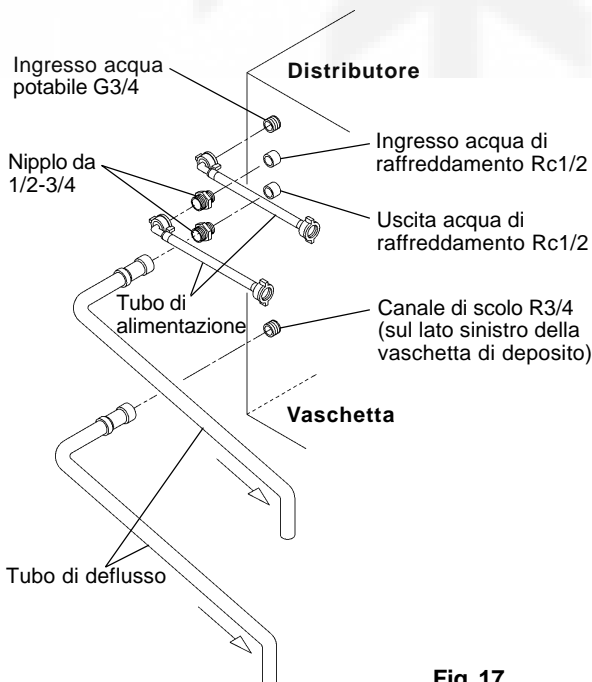

Fig. 17
**[b] Collegamenti effettuati tramite tubi accessori in conformità a normative diverse dalla normativa WRC in vigore nel Regno Unito (Fig. 17)**
- 2) Per i collegamenti del condensatore, utilizzare i tubi forniti come accessori seguendo le modalità indicate ai punti da 1) a 3) nel precedente paragrafo [a] collegandoli alle estremità libere dei nipples da 1/2-3/4 come illustrato in Fig. 17.